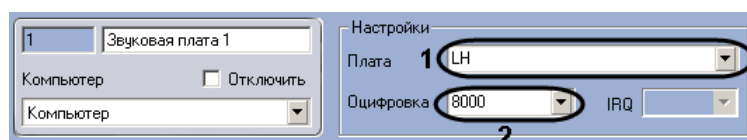

Рис. 7.2—14 Настройка звуковой платы
2. Задать частоту оцифровки аудиосигнала, на которой идет оцифровка в LH (Рис. 7.2—14, 2).